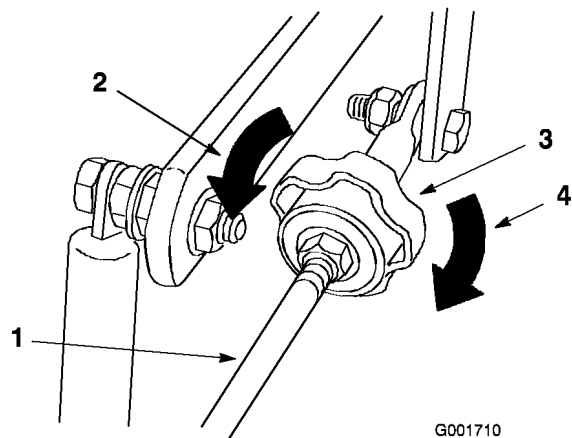

Bild 46
4. Stellen Sie die Spurweite folgendermaßen ein (Bild 46):